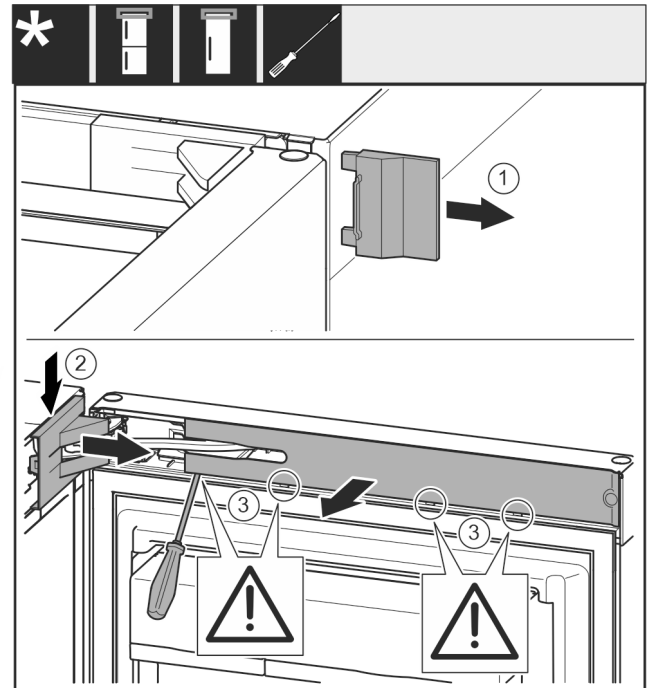

Fig. 8
- ▶ Abdeckung Fig. 8 (1) abnehmen.
- ▶ Lagerbockabdeckung Fig. 8 (2) ausrasten und lösen.
- ▶ Lagerbockabdeckung Fig. 8 (2) abnehmen.
- ▶ Blende Fig. 8 (3) mit Schlitzschraubendreher ausrasten und zur Seite schwenken.